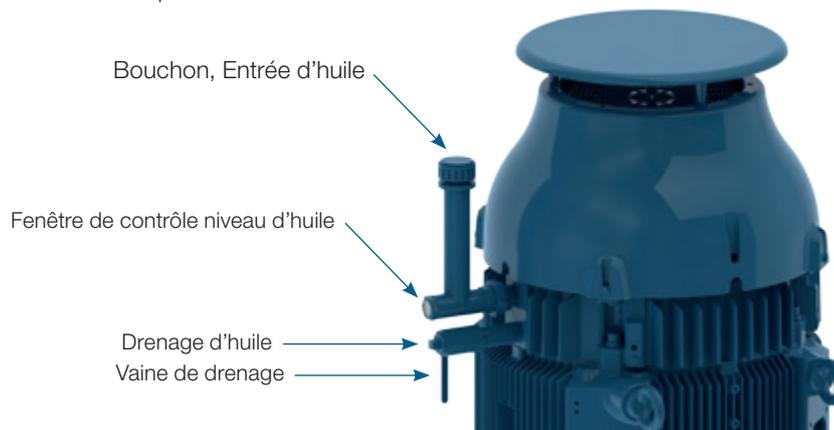

Figure 8.1 - Palier verticale lubrifié à l'huile.
- Évacuez l'huile par le trou de drainage situé au fond du palier (voir la figure 8.1) ;